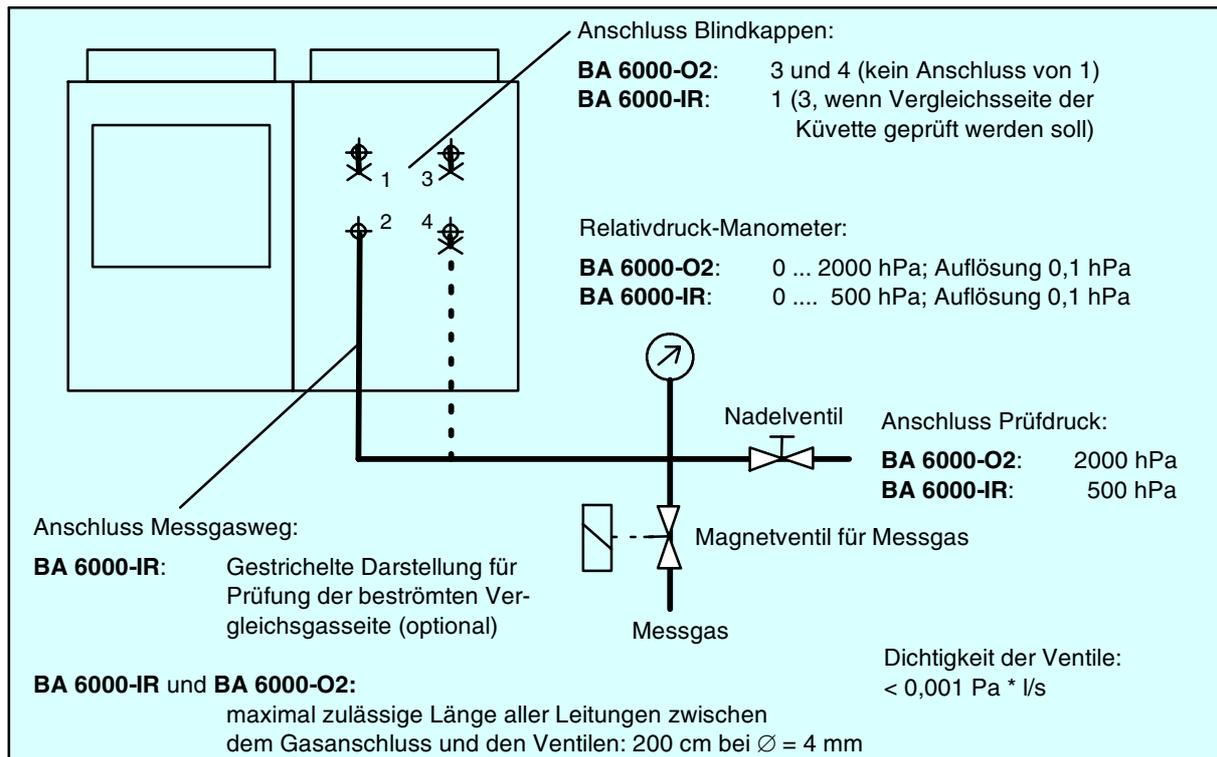

Bild 2-1 Empfohlener Prüfaufbau für die Dichtigkeitsprüfung der BA 6000 Feldgeräte
- Hinsichtlich der Überprüfung der elektrischen Sicherheit und der Funktionstüchtigkeit, insbesondere der Dichtigkeit des Containment Systems, ist das Gerät einer jährlichen Wartung zu unterziehen. Die Vorgehensweise ist im Folgenden (empfohlener Prüfaufbau: siehe Bild 2-1) beschrieben.